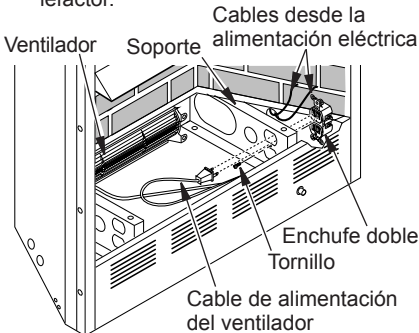

Figura 9 - Inserción del cable de alimentación del accesorio ventilador para instalación empotrada
4. Pase los cables provenientes del enchufe de pared al enchufe doble del calefactor y el orificio en el soporte (consulte la figura 9).